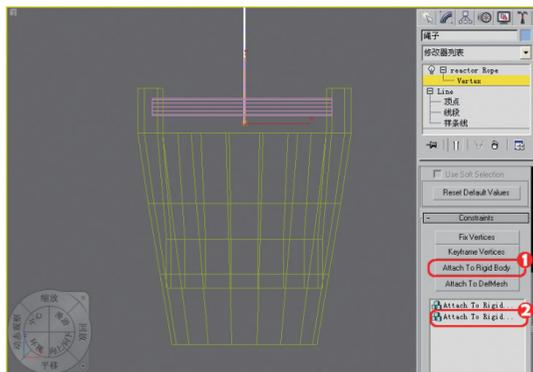

图9-109 添加刚体捆绑事件
**05** 在Constraints卷展栏中单击Attach To Rigid Body按钮，添加一个刚体捆绑事件，如图9-109所示。